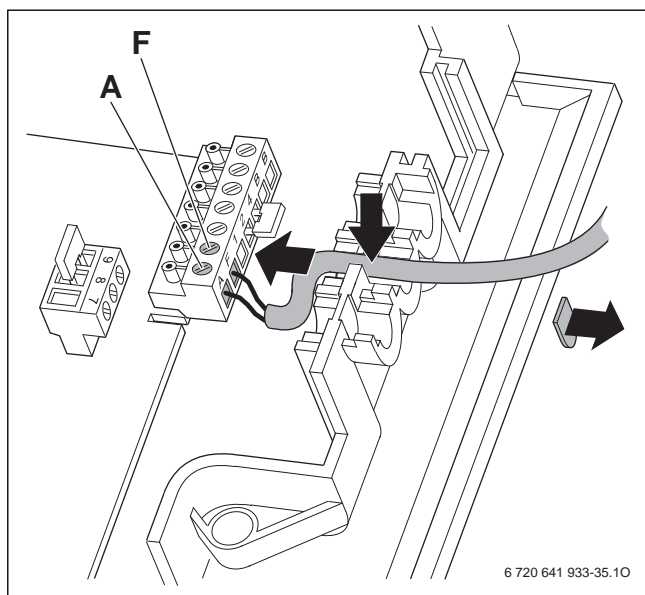

Bild 36 Elektrische Verdrahtung Außentemperaturfühler
- ▶ Kabel des Außentemperaturfühlers gemäß Bild 36 anschließen.